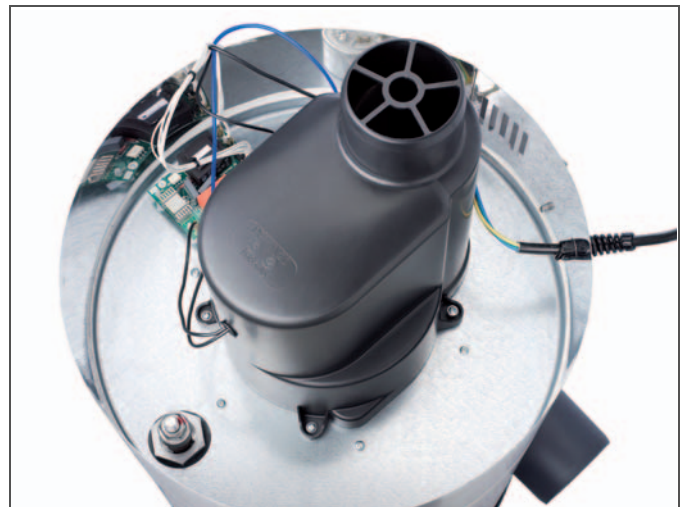

Fig. 8-3 Scoaterea carcasei
4. Înlăturați capota de acoperire a motorului prin desfacerea celor patru șuruburi cu crestătură (vezi fig. 8-3).